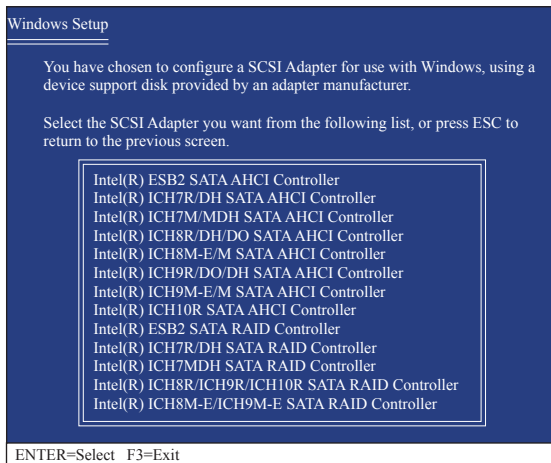

図 3
セットアップがフロッピーディスクの Intel ICH10R SATA RAID/AHCI ドライバを正しく識別したら、以下の図 3 のようなコントローラメニューが表示されます。上または下矢印キーを使用して、表示されたアイテムを 1 つ 選択し、<Enter> を押します。BIOS セットアップの **SATA RAID/AHCI Mode** アイテムを RAID モードに設定 したら、**Intel(R) ICH8R/ICH9R/ICH10R SATA RAID Controller** を選択します。(AHCI モードの場合、**Intel(R) ICH10R SATA AHCI Controller** を選択します)。